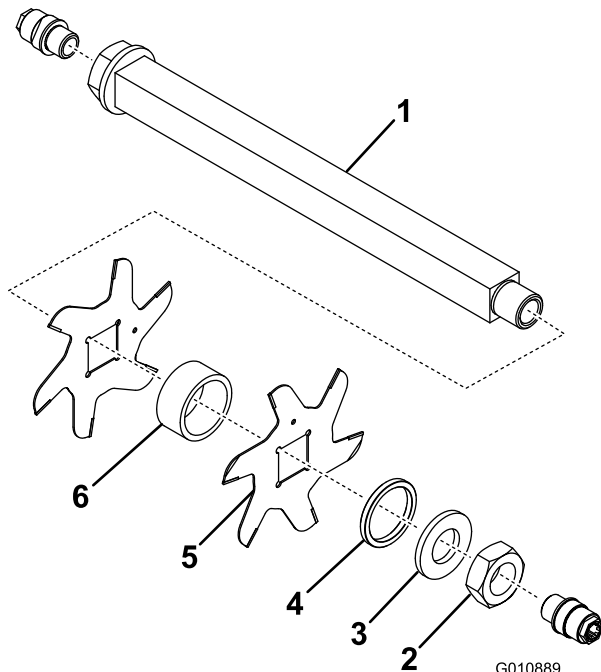

图13
3. 依次取下小隔片、垫圈、刀片以及大隔片。清洁该方形轴，然后涂抹上一薄层润滑脂进行润滑，使组装更加容易（图13）。